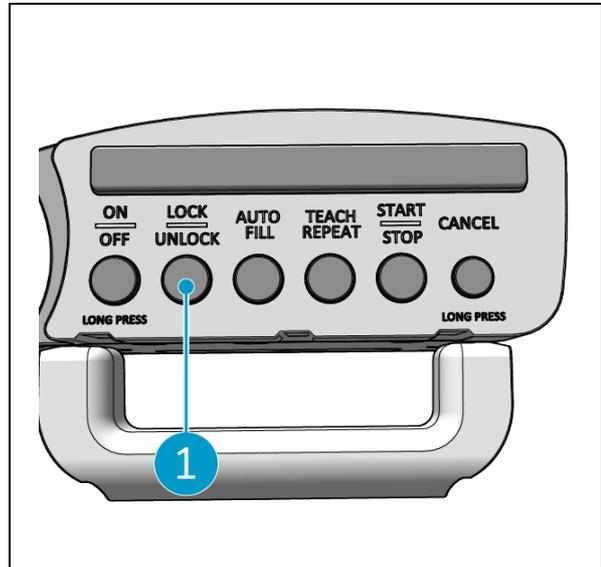

Figura 19
2. Prima o botão Bloquear (Figura 19, pos. 1) no controlador do punho. A luz ficará azul para confirmar que as rodas da unidade principal do i-walk estão bloqueadas.